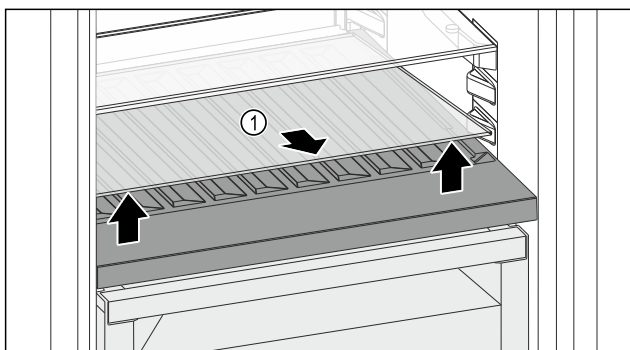

Fig. 98
- ▶ Lyft glasskivan Fig. 98 (1) i ursparingen framtill och ta ut den.
- ▶ Förvara glasskivan Fig. 98 (1) säkert utanför skåpet.